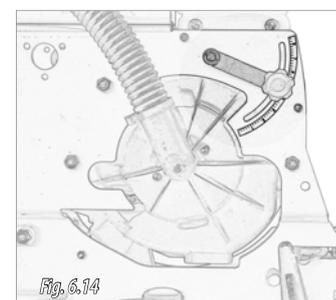

Fig. 6.14
4. Réglez la position du levier du sélecteur (Fig. 6.14) en fonction des observations faites. Voir la Fig. 6.15 pour un réglage correct.